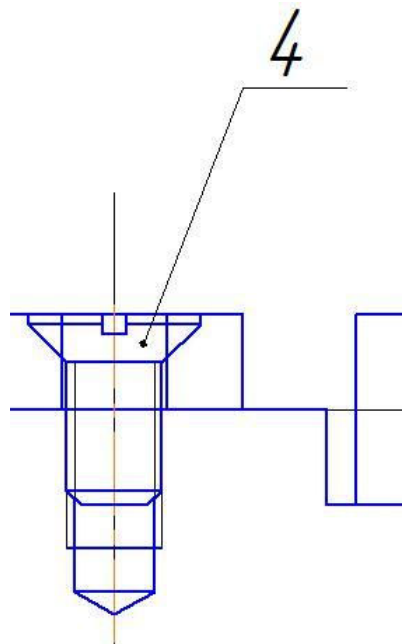

Рис. 10.17
- нажмите **ОК** в окне **Крепежный элемент** и укажите положение базовой точки (верхняя точка оси винта) для построения соединения винтового (рис. 10.17), задайте направление и длину винта по толщине прикрепляемой пластины;